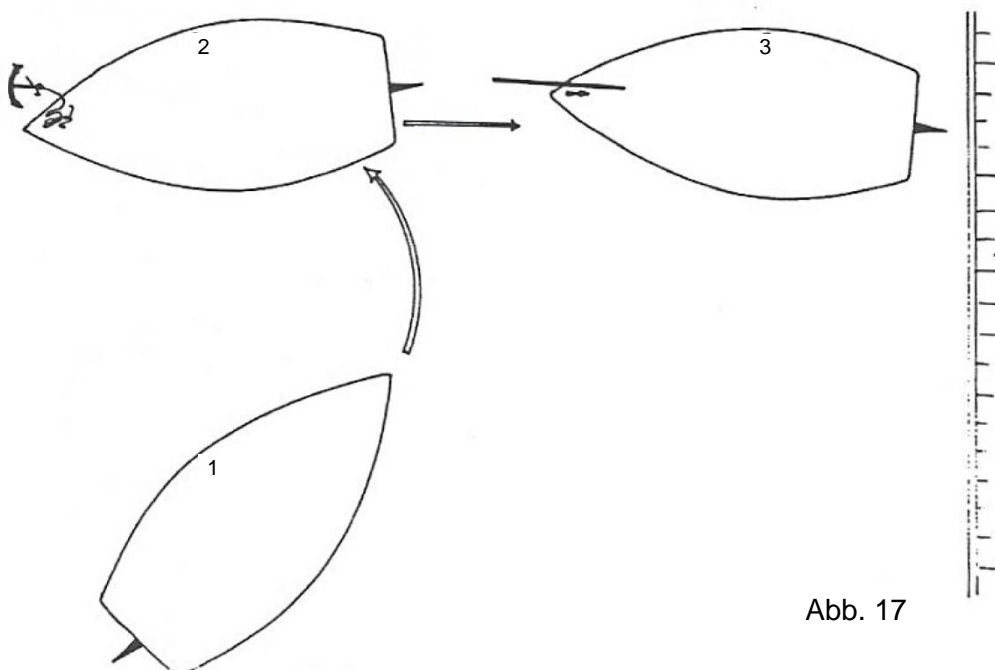

Abb. 17
5.4. Anlegen mit Heck voran und Buganker (Abb. 17)